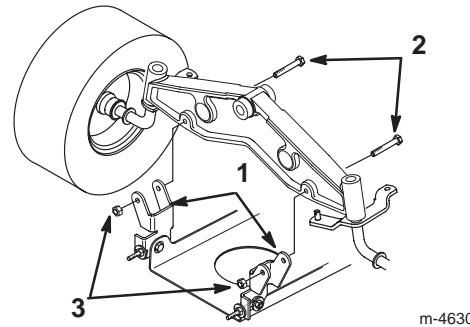

Bild 42
- 9.** Montieren Sie die Mähwerkschwenkhalterungen mit Schrauben und Sicherungsmuttern an der Vorderachse (Bild 42).